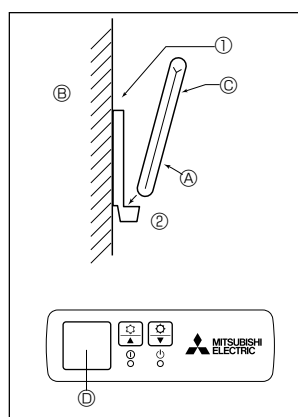
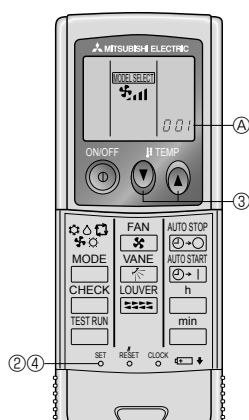

Fig. 6-5
Fig. 6-6
2) Metodo di installazione (Fig. 6-5)
- ① Attaccare il supporto del comando a distanza nel punto desiderato usando due viti autofilettanti.
- ② Inserire l'estremità inferiore del comando a distanza nel supporto.
3) Impostazioni (Fig. 6-6)
- ① Inserire le batterie.
- ② Premere il pulsante SET un po' appuntito sull'estremità. Lampeggia **MODEL SELECT** (scegliere modello) e si accende il N° del modello.
- ③ Premere il pulsante temp **TEMP** per impostare il N° del modello. Se si sbaglia l'operazione, premere il tasto ON/OFF **ON/OFF** ed eseguire di nuovo la procedura dal punto ②.
- ④ Premere il pulsante SET un po' appuntito sull'estremità. **MODEL SELECT** e il N° del modello si accendono per tre secondi quindi si spengono.